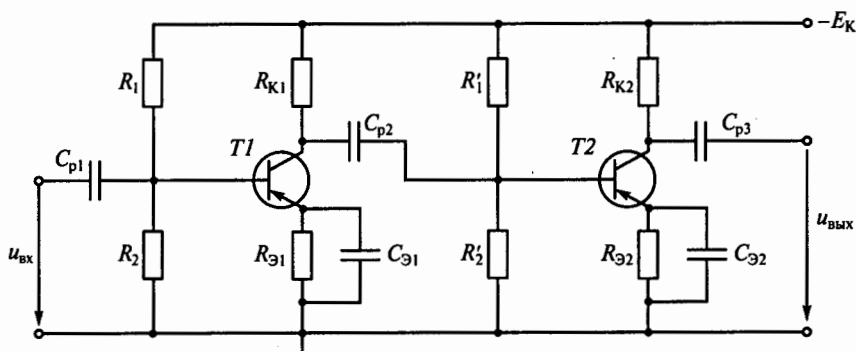

Рис. 209
**8.30.Р.** На рис. 209 представлена схема двухкаскадного усилителя напряжения с резистивно-емкостной связью. Каково правильное соотношение между емкостным сопротивлением  $x_{Cp2}$  разделительного конденсатора  $C_{p2}$  и входным сопротивлением второго каскада?